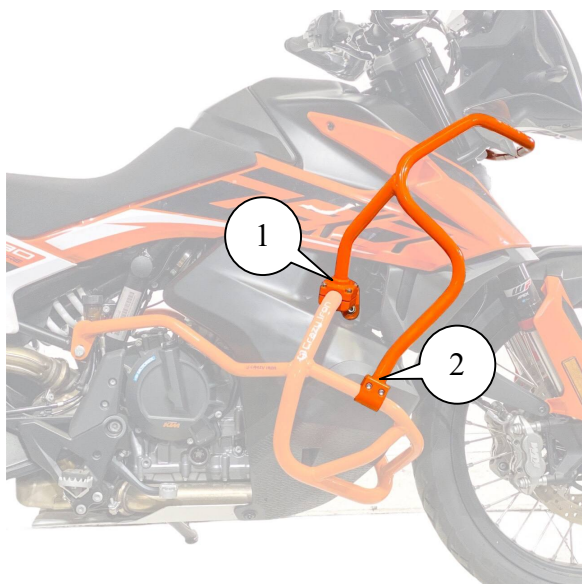

Рис.1. Установленная клетка вид справа
7. Приложите левую дугу к мотоциклу с установленными дугами ар.90081 (так как это показано на рис. 1) и точкам крепления (левой стороны) 1, 2 и 3 и совместите крепежные отверстия (как это показано на рис 1, рис 3). Убедитесь, что отверстия совпадают, а также, что установке дуг не мешает геометрия пластика, и узлы мотоцикла